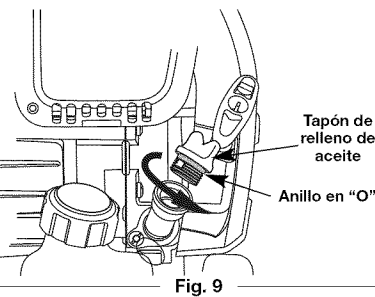

Fig. 9
- Desenrosque la tapa de la botella de aceite y retire el sello de papel que cubre la apertura. Vuelva a colocar la tapa. Corte la punta de la boquilla del embudo (Fig. 9).
- Saque el tapón de aceite/varilla de medición del cigüeñal (Fig. 9).